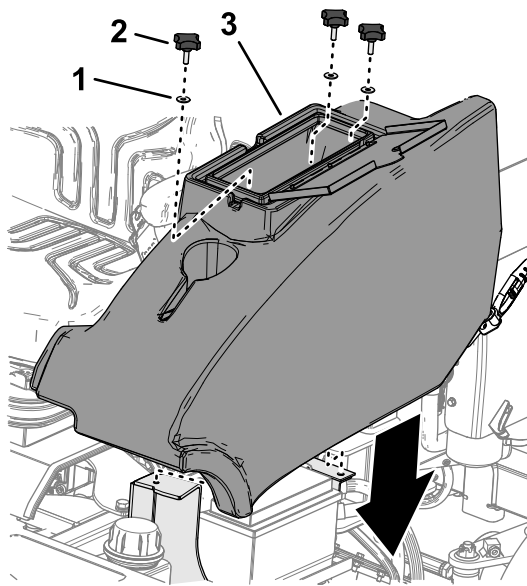

Bild 26
2. Bauen Sie das Ablagefach mit den drei Handrädern und den drei Unterlegscheiben in die Maschine ein (Bild 26).